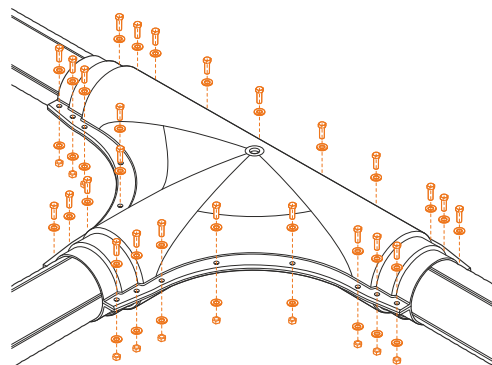

Рис. 4.6.6
- Соединить верхнюю и нижнюю половины защитного кожуха при помощи крепежных элементов (рис. 4.6.6).